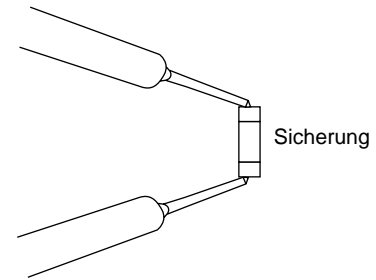

Abb. 6
- prüfen Sie die Sicherung mit einem Multimeter auf Durchgang, wie in Abb. 6 gezeigt.